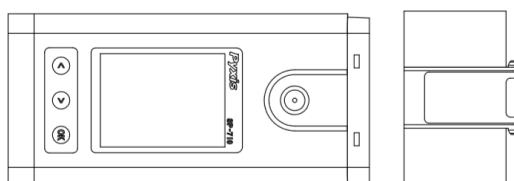

Figura 56.
6. Coloque el nuevo módulo de pH/ORP en el módulo principal como se muestra en la figura 56.